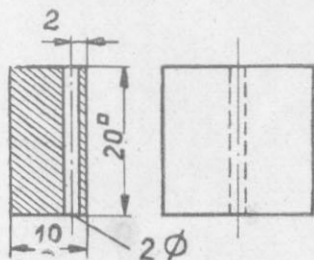

Abb. 3: Klötzchen für Faltenbalgen
und Kupplung wegnahm und das nun überstehende Wagenuntergestell entsprechend verkürzte. Desgleichen wurden von der bremshausfreien Stirnseite des anderen Wagens Puffer und Kupplung entfernt. Nachdem diese Stirnseiten entsprechend Skizze (1) ausgeschnitten worden waren, wurde oberhalb dieses Ausschnittes an der Innenseite der Stirnwände je ein Balken aus Vierkantmaterial 4×4 , 20 mm lang, mittels 4 Schraubchen M1 angebracht, wodurch auch zugleich die beiden Stirnwandhälften zusammengehalten werden. Anstelle des Balkens kann man auch ein kleines Winkelprofil (z. B. $4 \times 4 \times 0,5$) und anstelle der Schraubchen kleine Niete verwenden. In Skizze (2) ist links der Balken mit Schraubchen und rechts das Winkelprofil mit Niete im Schnitt eingezeichnet. Der Balken bzw. der Winkel erhält die gleiche Lagerbohrung wie der Wagenboden für die Lagerstifte (Nagel!), die den Faltenbalgen halten sollen. Der Faltenbalgen selbst besteht aus 2 Holzklötzchen (Abb. 3) ($20 \times 20 \times 10$ mm) mit je einer Bohrung für den vorgenannten Lagerstift und dem eigentlichen Balgen aus schwarzem Kaliko*, der mit seinen Endlappen auf die Seitenflächen der Klötzchen geklebt ist. Bei der Montage kommen oben und unten zwischen Klötzchen und Lager je eine kleine Unterlegscheibe, die die freie Beweglichkeit der Balgenklötzchen gewährleisten sollen. Die Kupplung der beiden Wagen erfolgt durch einen Drahtbügel von 50 mm Länge, der so angebracht sein soll, daß seine Enden gleichen Abstand von den Achsen